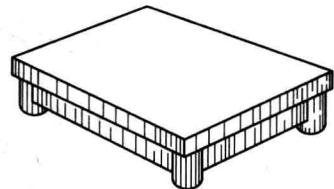

图 1-2 划线平台
(1) 基准工具 划线平台是划线的主要基准工具，如图 1-2 所示，其安放时应平稳牢固，上平面应保持水平。划线平台的平面各处要均匀使用，以免局部磨凹；其表面不准碰撞和敲击，且应经常保持清洁。划线平台长期不使用时，应涂油防锈，并加盖保护罩。